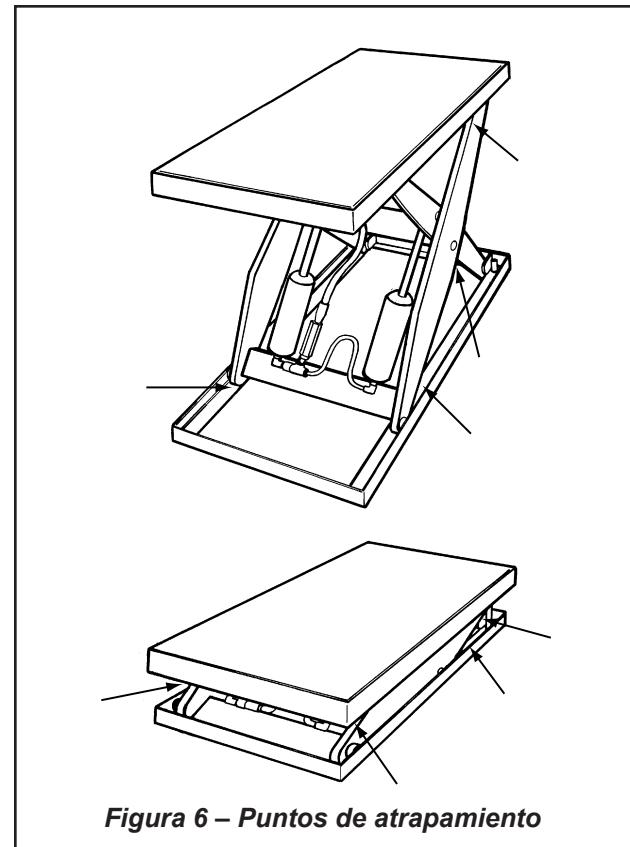

Figura 6 – Puntos de atrapamiento
Cuando la mesa de elevación se mueve hacia arriba y hacia abajo, se crean "puntos de atrapamiento" en los lugares que se muestran en la Figura 6. Si está parado demasiado cerca del elevador en movimiento, su brazo o pierna puede quedar atrapado en las partes móviles, y puede resultar lesionado. Manténgase alejado de los puntos de atrapamiento mientras el elevador esté en movimiento.
Cuando la mesa de elevación se mueve hacia arriba y hacia abajo, se crean "puntos de atrapamiento" como se muestra en la Figura 6. ¡Manténgase alejado de estos puntos de atrapamiento! Partes de su cuerpo o de su ropa pueden quedar atrapados, y usted puede resultar lesionado.
- Cuando el elevador se mueve hacia arriba y hacia abajo, se crean "puntos de atrapamiento" como se muestra en la Figura 6. Mantenga las manos, los pies y la ropa suelta lejos de esos puntos de atrapamiento. Si su mano o brazo, o una parte de su ropa queda atrapada, puede resultar lesionado.